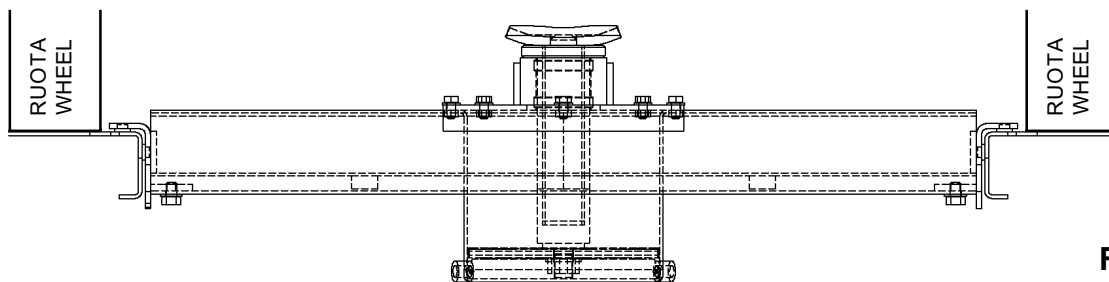

Fig. 4
- spostarla all' interno del ponte (**Fig. 4**);
- move the wheel free jack into the lift (**Fig. 4**);
- Den Heber auf die Hebebühneninnenseite verschieben (**Abb. 4**).
- la déplacer à l'intérieur du pont (**Fig. 4**);
- introducirlo en la parte interna del puente (**Fig.4**);